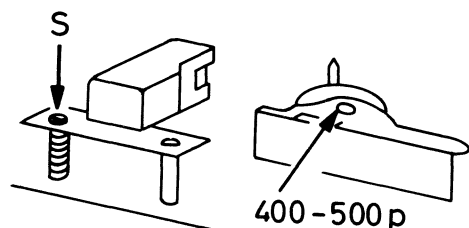

Fig. 7
- 7.3 Beim Abziehen des Andruckrollenhebels von der Tonwelle soll die Kraft 400–500 g betragen (Fig. 7).
- 7.3 When removing the pinch roller lever from the capstan the force must amount to 400–500 g (fig. 7).
- 9.1 NF-Millivoltmeter parallel zum Lautsprecher anschließen. Blaupunkt-Prüfband Best.-Nr. 8627 000 119 einlegen und das zum Justieren des Tonkopfes aufgenommene Rauschen abspielen. Justierschraube „S“ am Aufnahme/Wiedergabekopf auf maximale Ausgangsspannung einstellen (Fig. 7).
- 9.1 Connect AF millivoltmeter in parallel to speaker. Insert Blaupunkt test tape part No. 8627 000 119 and playback the noise recorded for the adjustment of the sound head. Adjust adjusting screw "S" at recording/playback head to maximum output voltage (fig. 7).